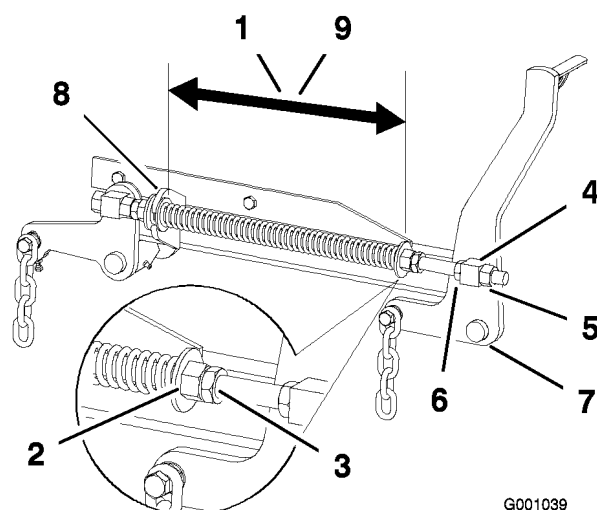

Figure 70
2. Vérifiez que les deux grandes rondelles sont espacées de 26,7 cm (10,5 po) sur les plateaux de coupe de 60 pouces, et de 29,2 cm (11,5 po) sur les plateaux de coupe de 72 pouces (Figure 70).
3. Réglez cette distance en desserrant l'écrou de blocage du ressort et en tournant l'écrou devant chaque ressort (Figure 70). Tournez l'écrou dans le sens horaire pour raccourcir le ressort, et dans le sens inverse pour l'allonger.
4. Bloquez l'écrou en position en serrant l'écrou de blocage du ressort (Figure 70).